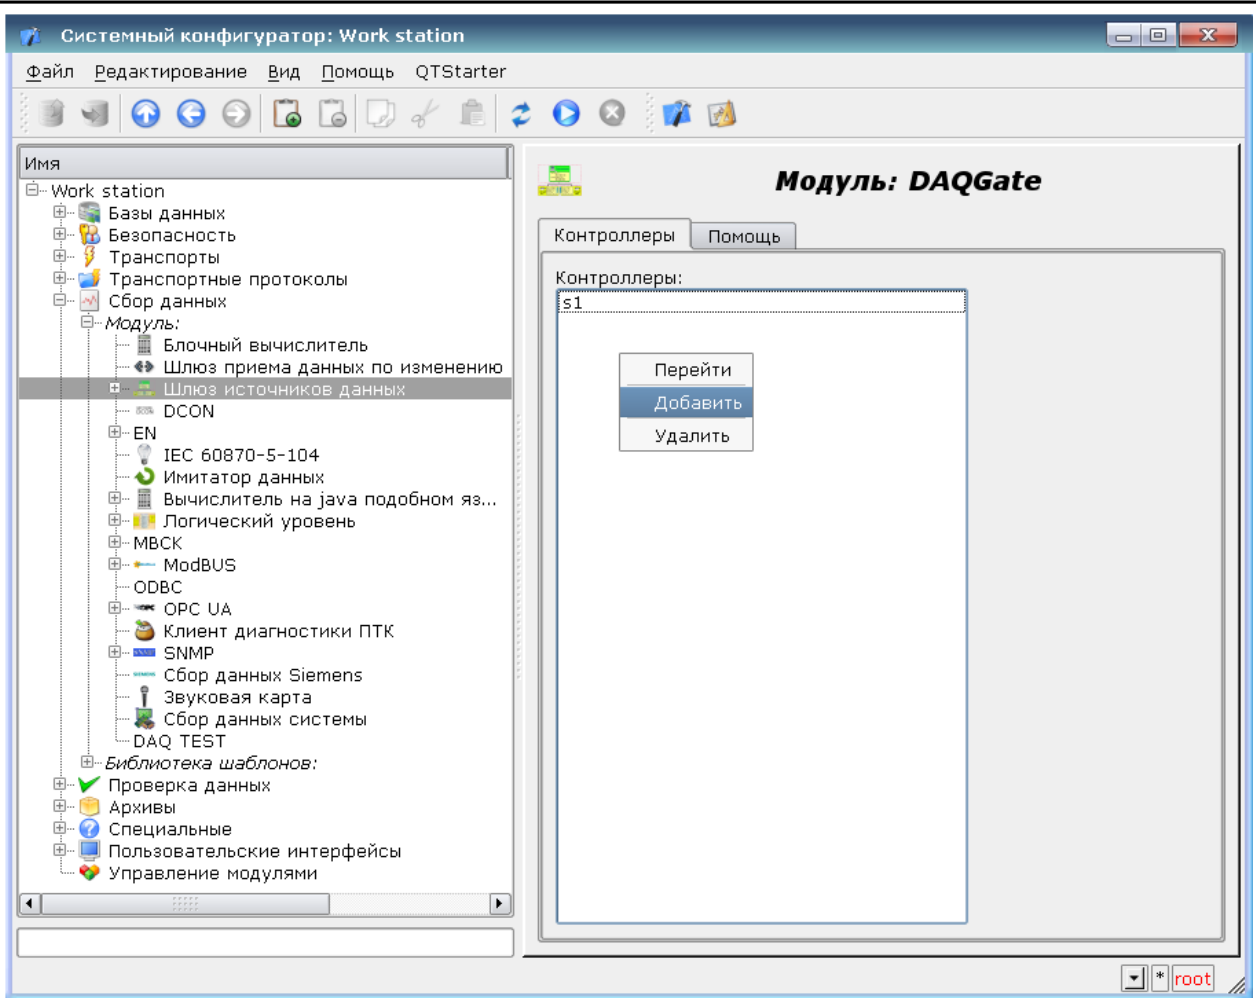
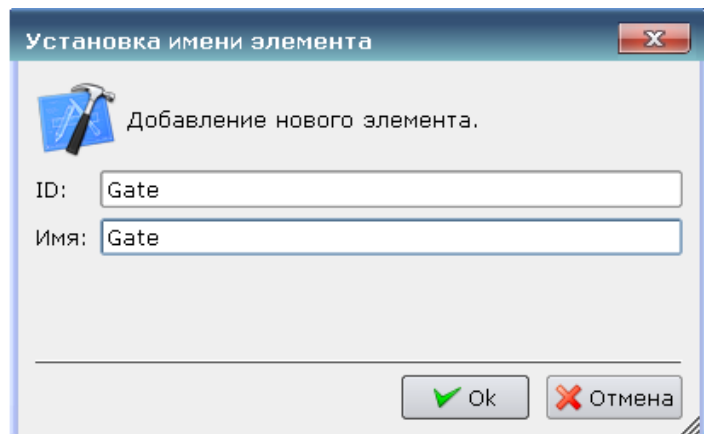

Рисунок 67
Рисунок 68
В правой части окна конфигуратора во вкладке «Контроллеры» нажать правую клавишу «мыши» и выбрать «Добавить» (рисунок 67). В диалоговом окне «Установка имени элемента» (рисунок 68) задать идентификатор (ID) шлюза сопряжения и его имя, например, «Gate». Нажать кнопку «ОК». В строке меню «Шлюз источников данных» появится вкладка «Gate».